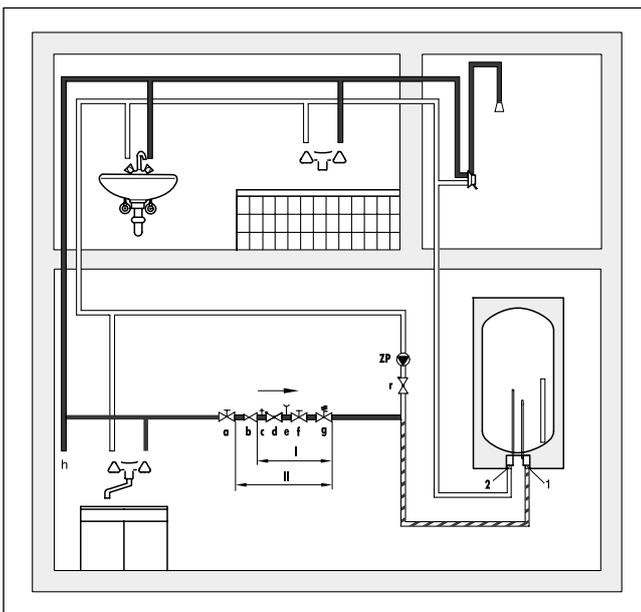

Рис. 9 Пример подключения VEH...classic с трубопроводом обратной циркуляции
Как показано на рис. 9, труба горячей воды (1) так соединяется с водоразборными точками, что последняя оказывается не далеко от водонагревателя. После нее устанавливается циркуляционный насос (ZP). После насоса устанавливается обратный клапан (г). Он в свою очередь подключается через тройник на вход холодной воды (2) в водонагреватель.